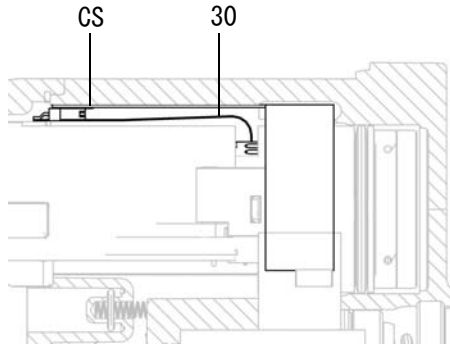

図 36. フレキシブル回路の接続
8. 電源 / タービンアセンブリを、ガン本体 (10) に挿入します。接地ストリップ (EE) がガン本体に接していることを確認してください。
**Smart モデルのみ：** 6 ピンフレキシブル回路 (30) のコネクタの位置をガン本体上部のソケット (CS) と合わせます。図 36 を参照してください。